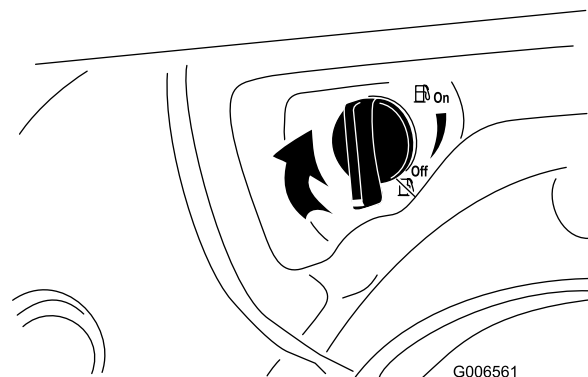

Figure 31
- Fermez le robinet de carburant en le tournant dans le sens horaire (Figure 31).